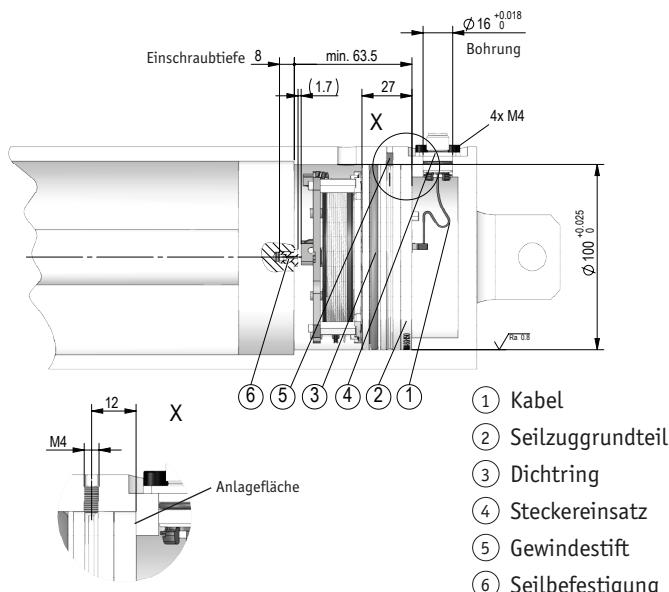

Abb. 3: Montage im Zylinder
Montage (Abb. 3):
- Den Steckereinsatz ④ durch den Steckerausgang am Zylinderunterteil nach außen ziehen. Der Steckereinsatz wird mit dem Flanschgehäuse incl. gefettetem O-Ring gefügt und 4x an der vorgesehenen Stelle verschraubt.
- Die Axialsicherung kann, wie in Abb. 3 dargestellt, mit einem Gewindestift ⑤ erfolgen. Den Gewindestift erst leicht anziehen (ca. 0.5 Nm) und anschließend wieder ca. 0.5 Umdrehungen zurückdrehen.
Nähere Informationen zum Einbau finden Sie im Kapitel 4.1 (Abb. 3)